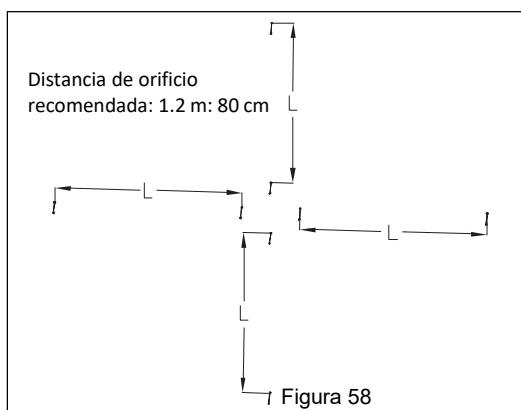

Figura 58
3. Haz las marcas de montaje en el techo para las lámparas, consulta las **Instrucciones de montaje** para suspender la lámpara. **Ver Figura 58.**